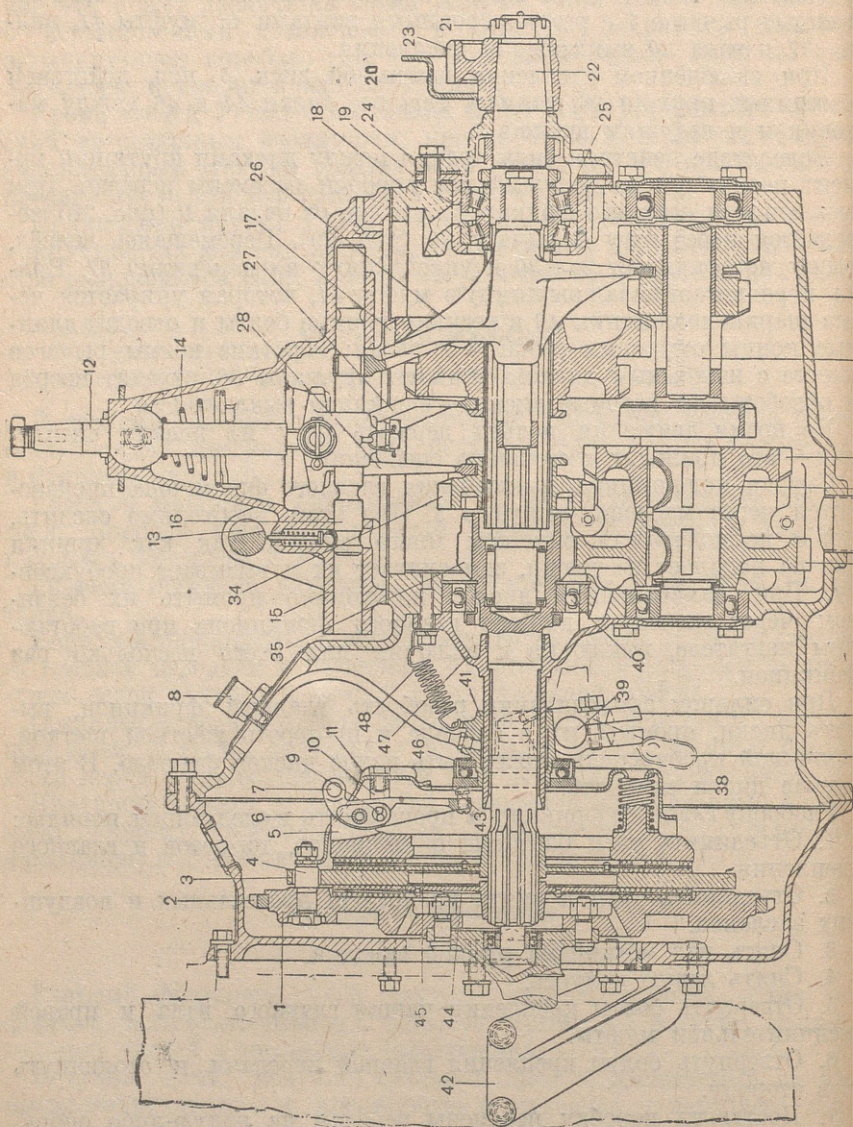
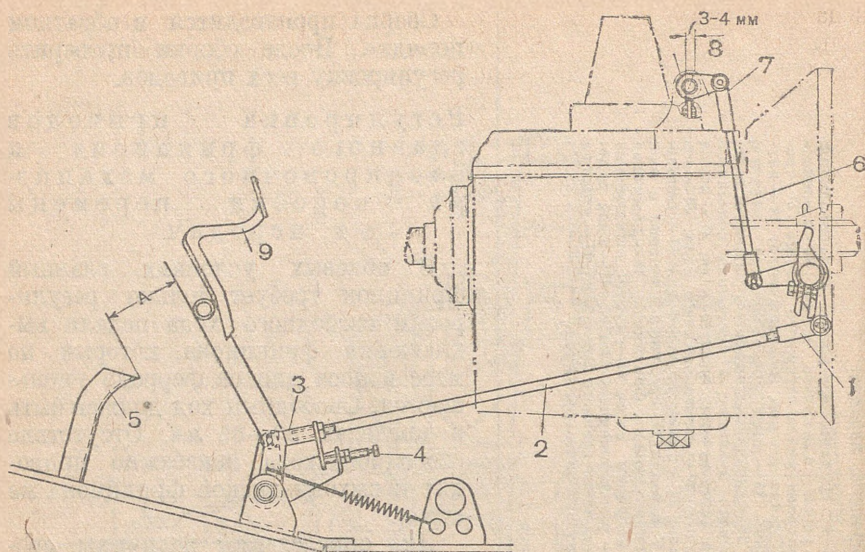

Рис. 29. Главный фрикцион и коробка перемены передач:
Рис. 30. Привод выключения главного фрикциона:
(рис. 29—35)
(рис. 29)
Вследствие действия силы трения между дисками крутящий момент передаётся на ведущий вал коробки перемены передач. При выключении главного фрикциона усилие от педали 9 (рис. 30) передаётся через тягу 2 рычагу 36 (рис. 29). Перемещаясь вперёд, рычаг поворачивает вал 39 и укреплённую на нём вилку 37. Вилка передвигает назад выжимную муфту 41, которая упирается через шарикоподшипник 46 в регулировочные болты и отводит длинные концы оттяжных рычагов 7 назад; короткие концы рычагов вместе с нажимным диском сжимают пружины 38, отходят вперёд и освобождают ведомые диски — фрикцион выключается.
Регулировку свободного хода педали производить путем изменения длины тяги 2 (рис. 30) в следующем порядке:
4. Снять крышку 24 (рис. 29) конических подшипников.